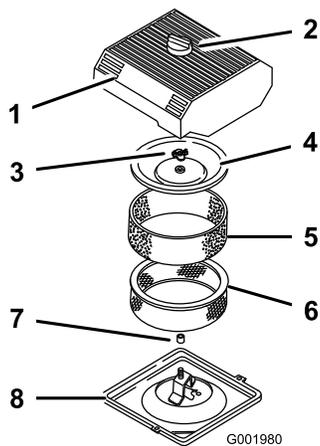

Bild 45
3. Reinigen Sie den Bereich um den Luftfilter herum, um zu verhindern, dass Schmutz in den Motor fällt und Schäden verursacht (Bild 45).
- Lösen Sie das Handrad an der Luftfilterabdeckung und nehmen Sie die Abdeckung ab (Bild 45).
- Schieben Sie das Schaumelement vorsichtig vom Papierelement (Bild 45).
- Schrauben Sie die Abdeckungsmutter ab und nehmen Sie die Abdeckung und das Papierelement ab (Bild 45).
- Schieben Sie den Schaumeinsatz vorsichtig auf den Papierluftfiltereinsatz (Bild 45).
- Schrauben Sie die Abdeckungsmutter mit der Hand auf der Abdeckung fest (Bild 45).
4. Montieren Sie die Luftfilterabdeckung und das Handrad (Bild 45).